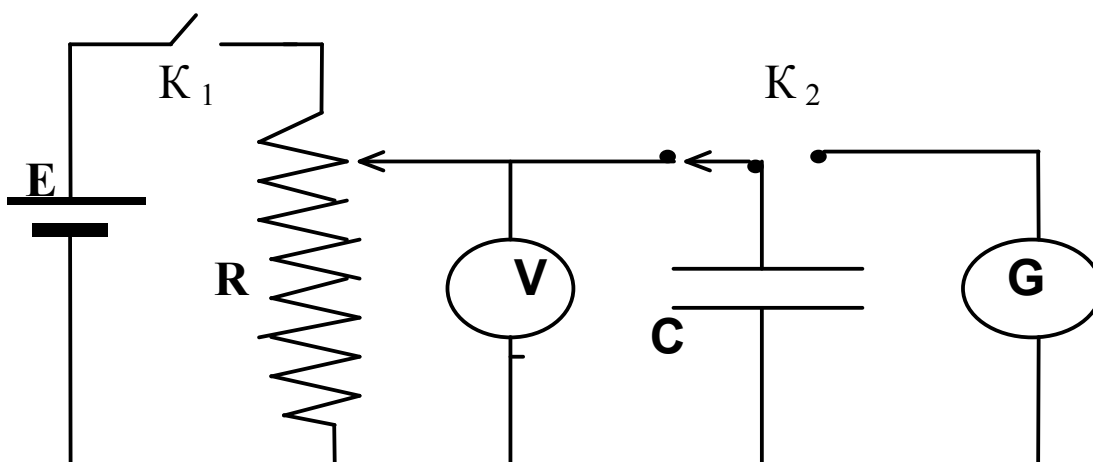

Рис. 5
1. Собрать цепь в соответствии со схемой (рис.5) с эталонным конденсатором.